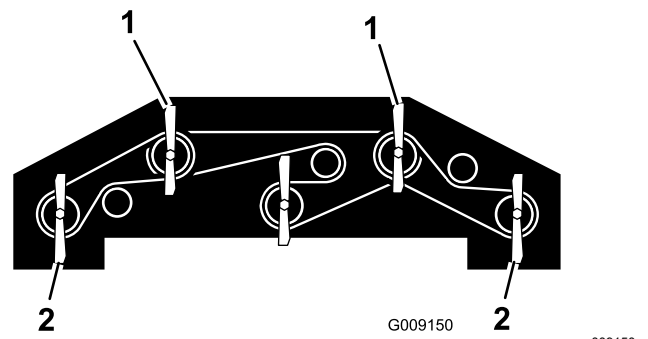

Рисунок 138
1. Поверните каждый нож так, чтобы он был направлен прямо вперед (Рисунок 138).